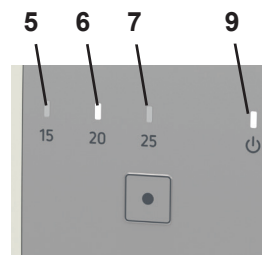

Fig. 4
- ♦ Le voyant de fonctionnement vert (9, Fig. 4) clignote rapidement.
- ♦ Le voyant jaune de la valeur de seuil réglée s'allume (5, 6, 7, Fig. 4).
- ♦ Le voyant de fonctionnement vert (9, Fig. 4) s'allume.
Tant que le débit volumique est supérieur à la valeur seuil réglée, le voyant correspondant reste allumé (5, 6, 7, Fig. 4).